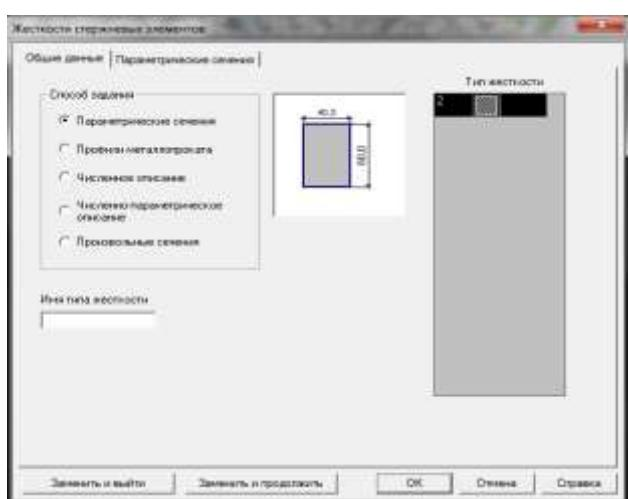

Рисунок 1.10 – 1-ая страница диалогового окна SCAD для выбора способа задания жесткости стержневых элементов
8. Назначение жесткостей стержневых элементов (материал, поперечное сечение и коэффициенты упругого основания) осуществляется нажатием кнопки вкладки **Назначения** инструментальной панели. При этом появляется многостраничное диалоговое окно **Жесткости стержневых элементов**, на первой странице которого (**Выбор типа жесткости**) необходимо активизировать опцию **Параметрические сечения**, поставив маркер в соответствующем поле (рис.1.10.)